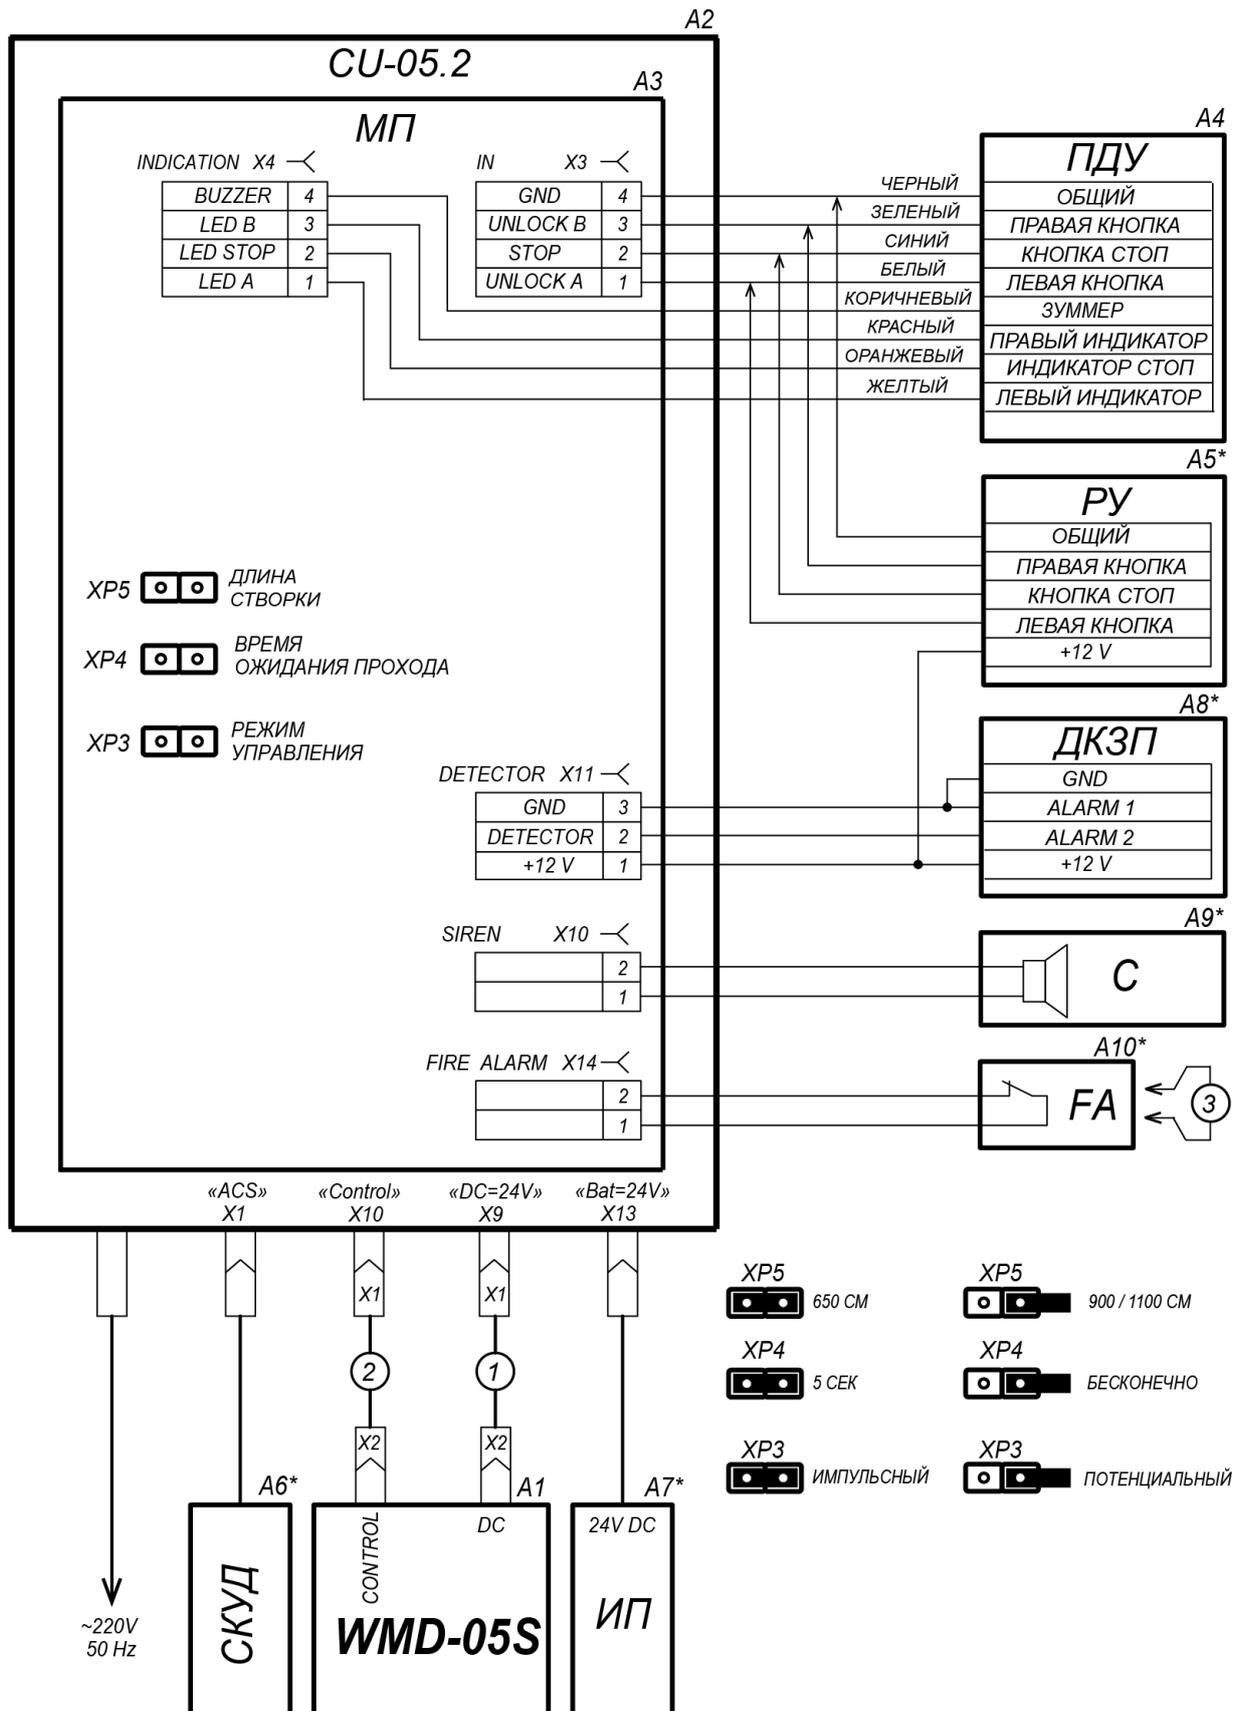

Рисунок 7. Схема подключения калитки¹
- кабель ПДУ протяните через предназначенный для него кабельный ввод внутрь блока управления и подключите к клеммным колодкам **X3** и **X4** модуля процессорного в соответствии с рис. 5 и рис. 7.
12. Подключите устройство, подающее сигнал аварийной разблокировки для чего: протяните кабель через кабельный ввод **«ALARM»** внутрь блока управления, снимите перемычку с клеммной колодки **X14** модуля процессорного и подключите кабель в соответствии с рис. 5 и рис. 7.